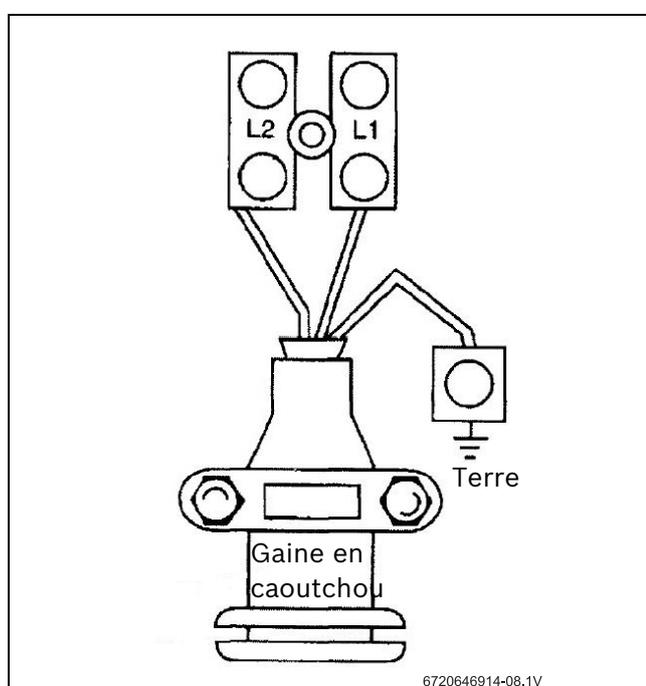

Fig. 3 Borne de câbles
- ▶ Relier les câbles au bornier et à la borne de (Fig. 3):